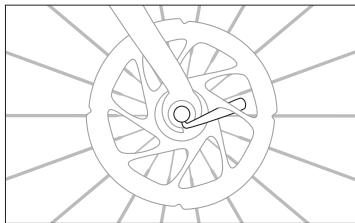

Figura 1.7: Una leva di sgancio rapido posizionata in modo errato può interferire con il sistema frenante.
- Se la ruota è dotata di uno sgancio rapido, assicurarsi che la leva sia chiusa e posizionata correttamente (in linea con il fodero orizzontale o la forcella anteriore) e non interferisca con i raggi o con l'impianto frenante a disco mentre gira (Figura 1.7).